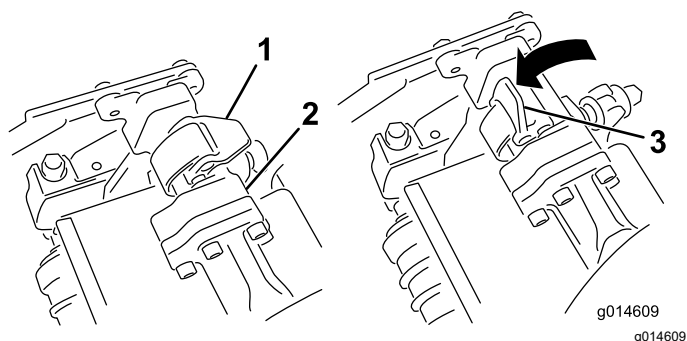
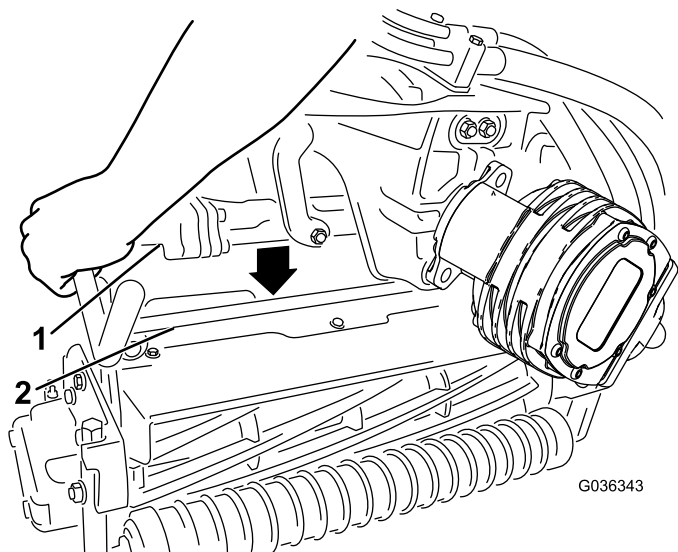

Figure 68
Figure 69
3. Ouvrez les verrous sur la barre du bras de suspension (Figure 68) et poussez le bras vers le bas de sorte que la barre recouvre les deux bras d'inclinaison sur l'unité de coupe; assurez-vous que les verrous passent sous la barre transversale de l'unité de coupe (Figure 69).
4. Fermez les verrous autour de la barre de l'unité de coupe et bloquez-les en place (Figure 68).
6. Ouvrez les verrous sur la barre du bras de suspension de l'unité de coupe que vous voulez déposer (Figure 68).